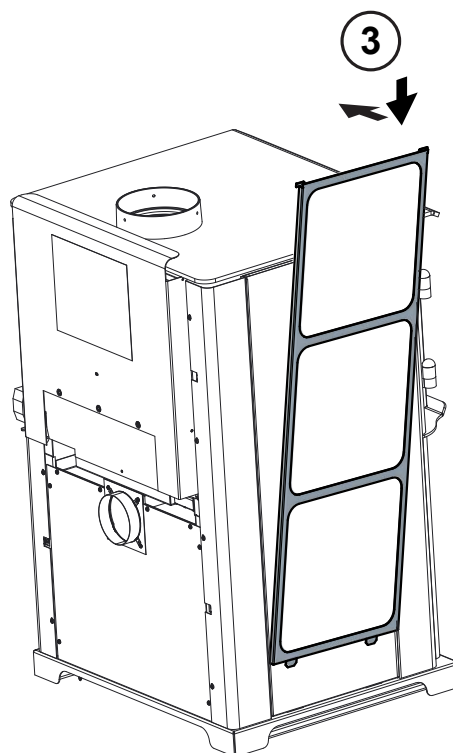

Figure 16.5
3. Fixez à nouveau le cadre des tuiles **Figure 16.5**.